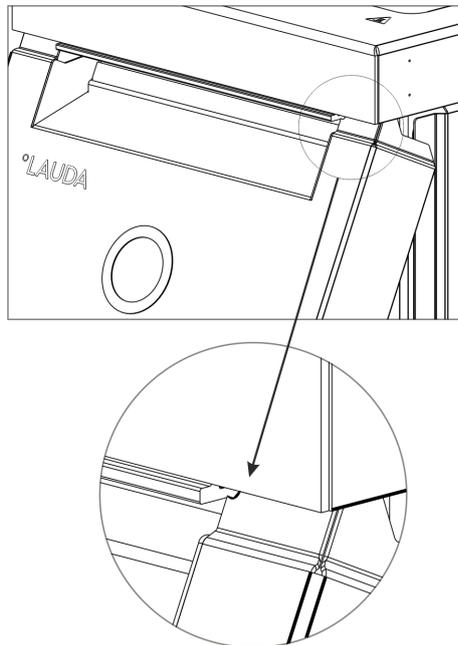

Fig. 72 : Rayons sur le panneau frontal
2. Pousser le panneau frontal juste assez vers le haut de sorte à ce que les rayons se voient encore Fig. 72 .